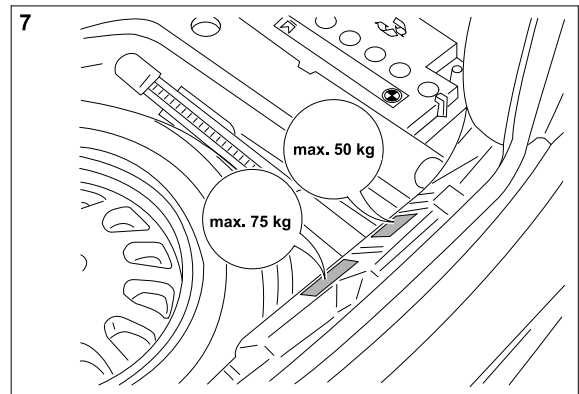

Bild 7: Stützlastschild
17.) Stützlastschild max. 75 kg auf Heckklappenunterseite neben Schloß kleben; (siehe Bild 7).